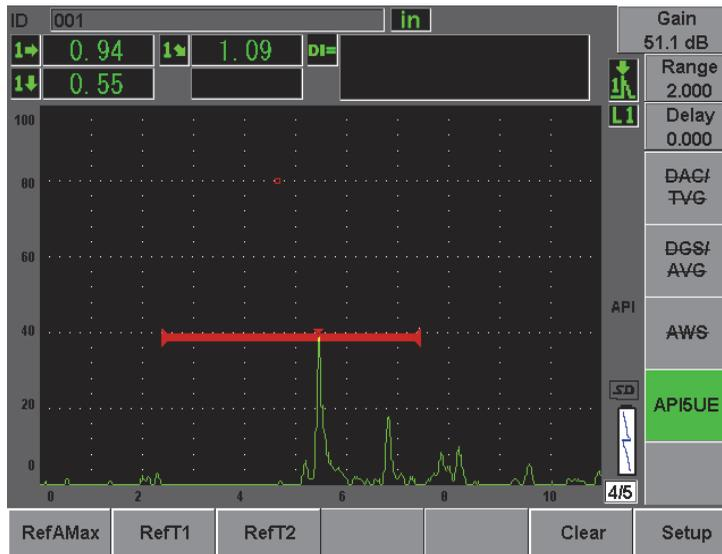

Figura 12-27 Almacenamiento del punto T_2
9. Pulse **[P3] RefT2** para adquirir la posición del punto de caída de 6 dB del flanco de subida y asignar el valor como T_2 (véase la Figura 12-27 en la página 270).